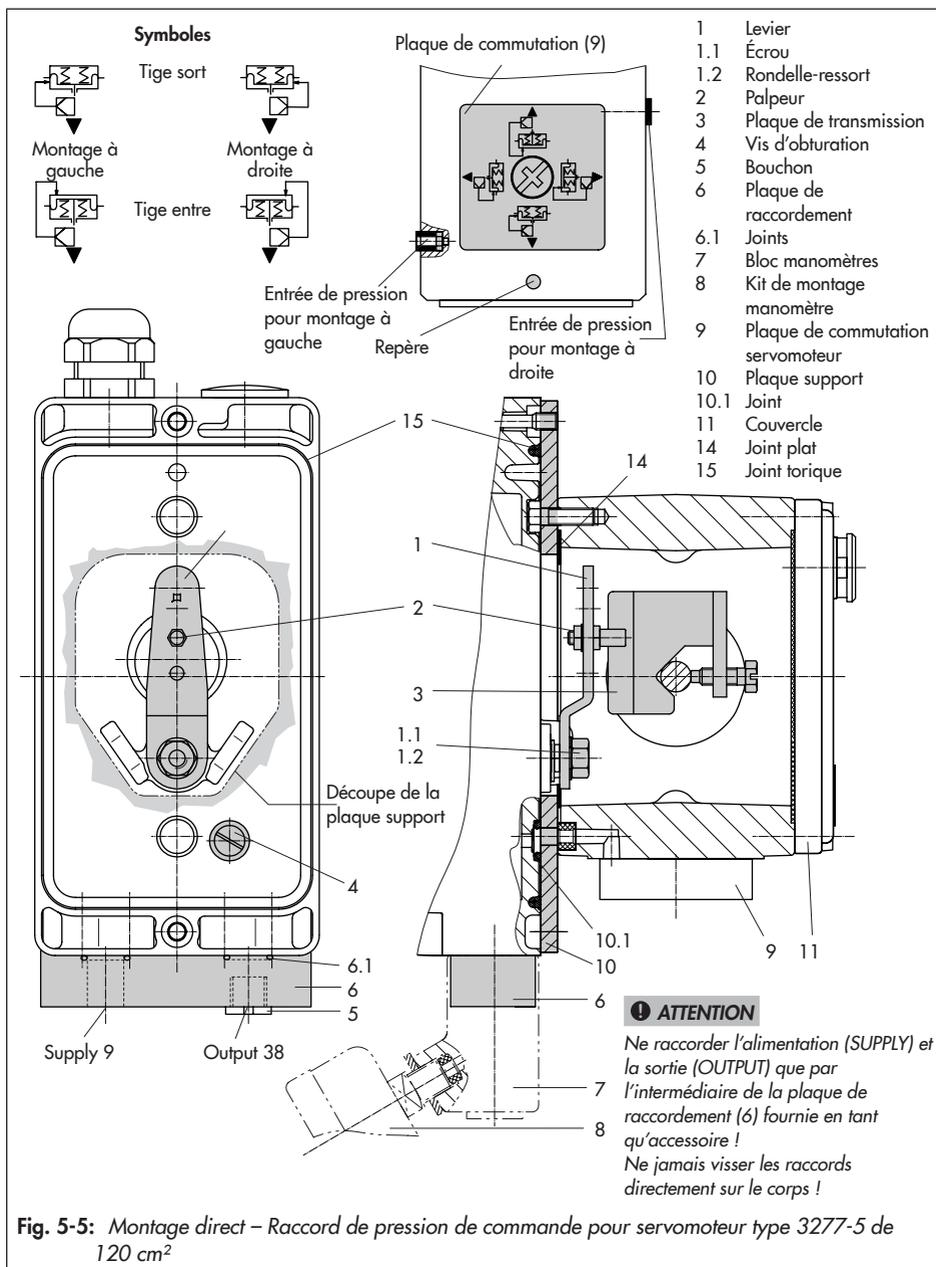

Fig. 5-5: Montage direct – Raccord de pression de commande pour servomoteur type 3277-5 de 120 cm²
Servomoteur de 120 cm² (cf. Fig. 5-5)
4. Fixer la plaque support (10) sur le servomoteur de sorte que la partie étroite de la découpe (Fig. 5-5, à gauche) soit orientée vers les raccordements pneumatiques du positionneur et que le joint plat (14) collé se trouve du côté de l'arcade.
5. **Course de 15 mm** : Le palpeur (2) reste en position 35 sur le levier M (1) placé à l'arrière du positionneur (réglage d'usine).